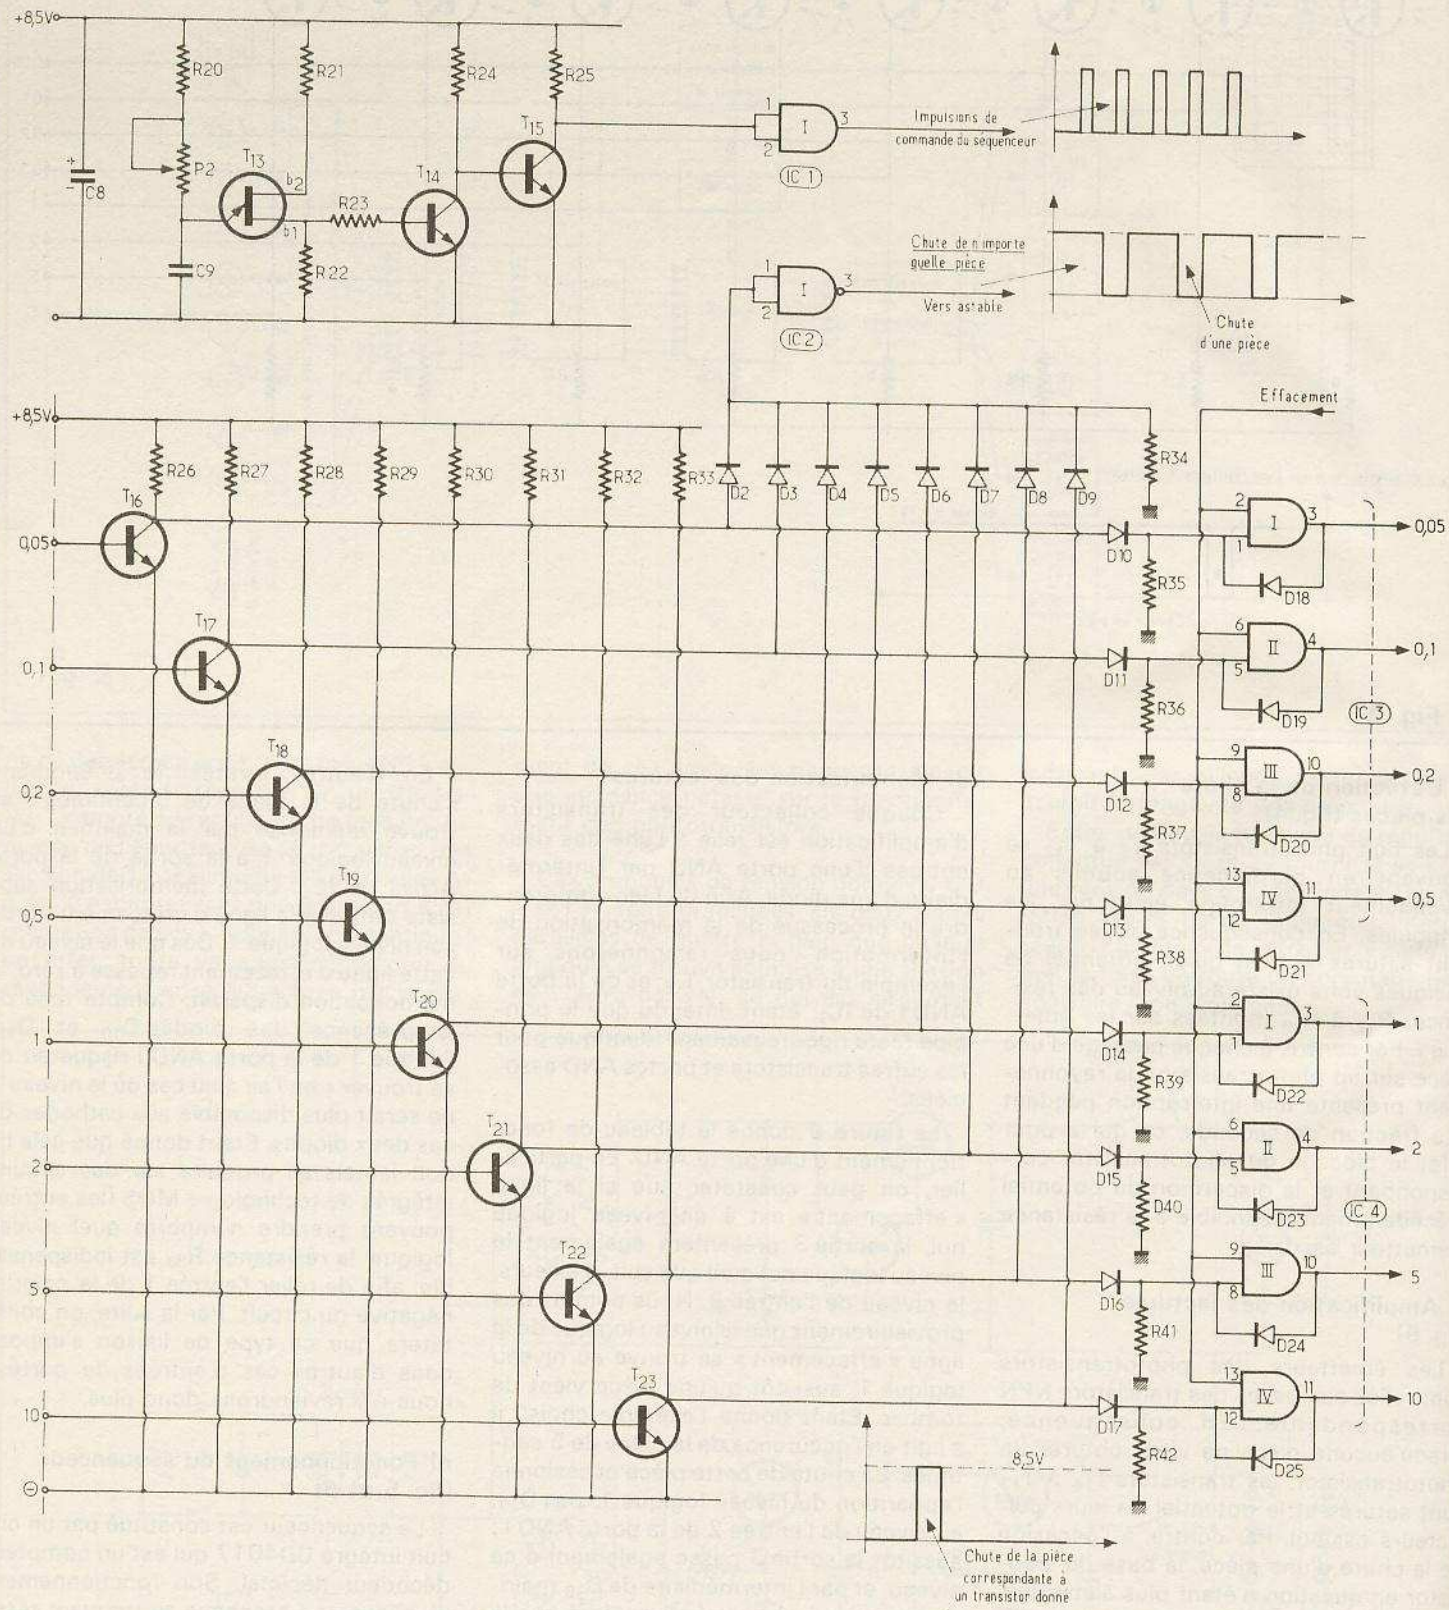

Fig. 5
c) Amplification des lectures (fig. 5)
e) Fonctionnement du séquenceur (fig. 5 et 6)
ment, il convient d'expliciter un certain nombre de dispositions périphériques qui le commandent. En premier lieu, la **figure 5** représente un montage désormais bien connu de nos lecteurs : celui du branchement d'un transistor unijonction (T_{13}). Rappelons cependant, brièvement le fonctionnement d'un tel transistor. Lorsque le potentiel de l'émetteur de ce transistor est voisin de zéro, il présente entre ses bases b_2 et b_1 , une résistance ohmique de plusieurs centaines d'ohms. Au fur et à mesure que le potentiel de l'émetteur croît, par la charge progressive de C_9 à travers R_{20} et P_2 , cette résistance $b_2 - b_1$ reste toujours à sa valeur relativement élevée. Lorsque le potentiel de l'émetteur atteint une valeur caractéristique appelée « tension de pic ou de crête », cette résistance tombe brutalement à une valeur très faible. Il s'en suit la décharge rapide de C_9 et l'apparition d'un potentiel de quelques volts au niveau de R_{22} . Ce phénomène est périodique et la période de temps correspondante est proportionnelle au produit $C_9 (R_{20} + P_2)$. Ces impulsions sont amplifiées par les transistors T_{14} et T_{15} montés en émetteur commun et à la sortie de ce montage, se trouvent disponibles des créneaux pris en compte par la porte AND I de IC_1 . Ces créneaux de commande d'une dizaine de hertz de fréquence serviront par la suite à l'avance du séquenceur CD4017 (IC_6).